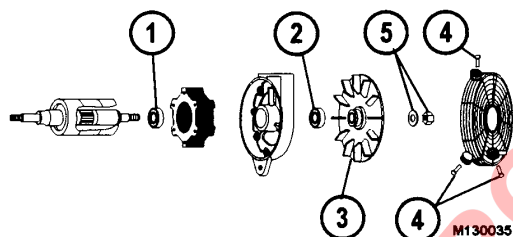

FIGURA 13-34
Instalación del ventilador nuevo en el conjunto antiguo (Figura 13-34)
- 1b. Cuando se reparen unidades fabricadas antes de Junio de 1994, se debe retirar el sello de anillo y el sello de contacto antes de instalar el ventilador (Consulte la Figura 13-34).